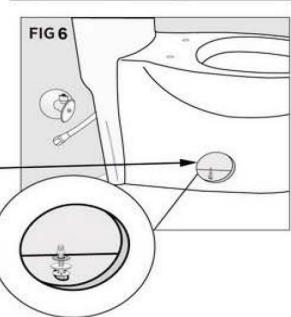

FIG 6
- 5** Install plastic cap washers, followed by metal washers and nuts onto the closet bolts. (Figure 6) Tighten the bolts alternately until toilet is firmly seated on the floor.
Posez tour à tour les rondelles et capuchons en plastique, les rondelles métalliques et les écrous sur les boulons de cuvette. (Figure 6). Serrez les boulons en alternant jusqu'à ce que la cuvette soit solidement fixée au plancher.